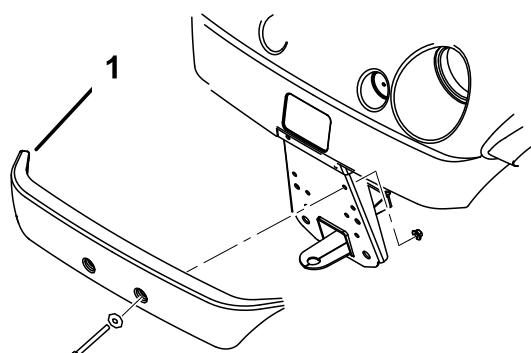

図 6
2. 取り外したネジ類を使ってバンパーを取り付ける（図 6）。